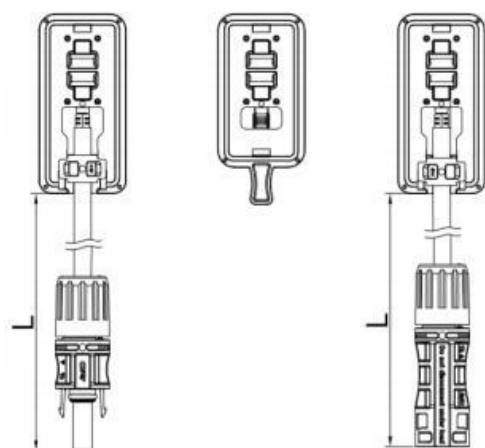

图14 三分体组件接线盒示意图
- 接线盒引出线缆的长度依照组件规格书和客户的设计方案要求制定。请在设计布线之前考虑引出线的长度，如图14中的L所示。